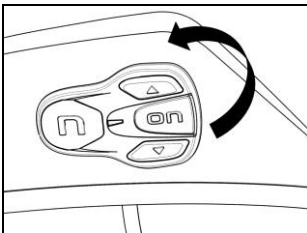

Fig. 40
- Décrocher le clavier de la calotte du casque (Fig. 40).